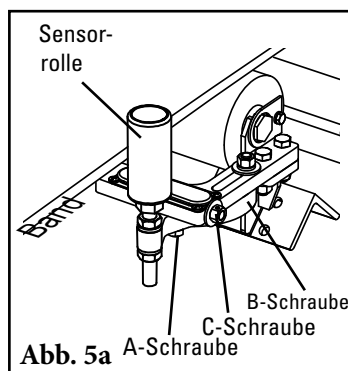

Abb. 5a
5. **Stellen Sie die Sensorrollen** so ein, dass sie auf jeder Seite 19 mm (3/4") weit vom Band entfernt sind. Einstellen durch Lösen der Schrauben "A" und "B" und Drehen von Schraube "C" (Abb. 5a und b).